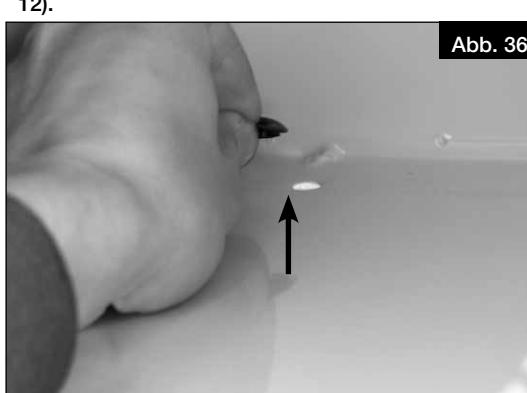
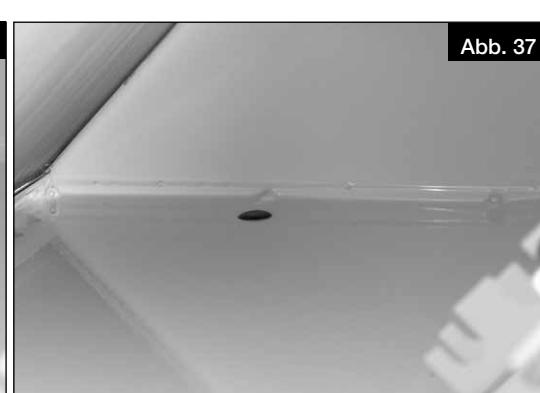

Abb. 36
Abb. 37
- ① **Wird die Kälterückgewinnung aktiviert, muss der Stopfen am Geräteboden entfernt werden (s. Abb. 36, Abb. 37), um den Kondensatablauf zu gewährleisten (vgl. auch Kapitel 4.4 „Kugelsiphon montieren“, Seite 12).**